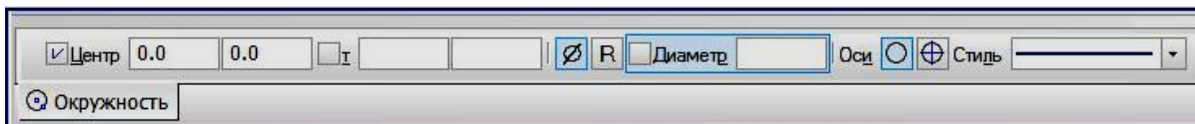

Рис. 1.9. Строка параметров операции построения окружности
*Строка параметров* (рис. 1.9) располагается под *Рабочей областью*. Она содержит характерные параметры объекта, который создается или редактируется в настоящее время.